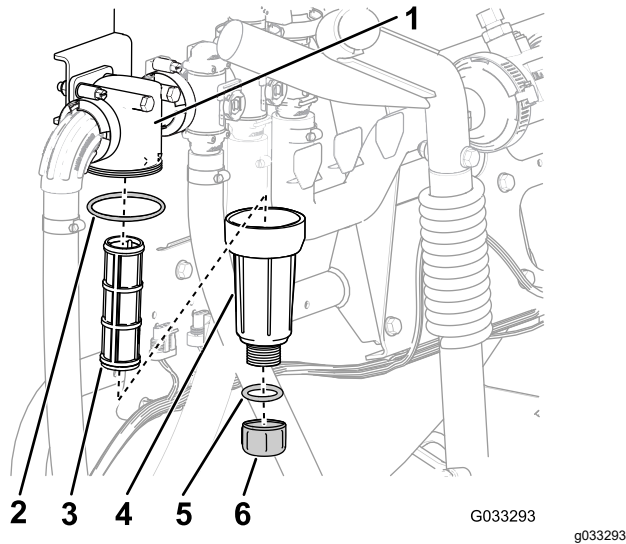

図 30
2. 圧力フィルタの下に受け容器をおく図 30。
3. 圧力フィルタのボウルについているドレンキャップを左に回して外す図 30。
4. ボウルを左に回してフィルタヘッドを外す図 30。
5. 圧力フィルタELEMENTを外す図 30。
7. ドレンプラグのガasketボウルの内側とボウルのガasketフィルタヘッドの内側に傷や破損がないか点検する図 30。
8. 圧力フィルタELEMENTをフィルタヘッドに取り付ける図 30。
9. フィルタヘッドにボウルを取り付けて手締めする図 30。
10. ボウルの底部のフィッティングにドレンキャップを取り付けてキャップを手締めする図 30。